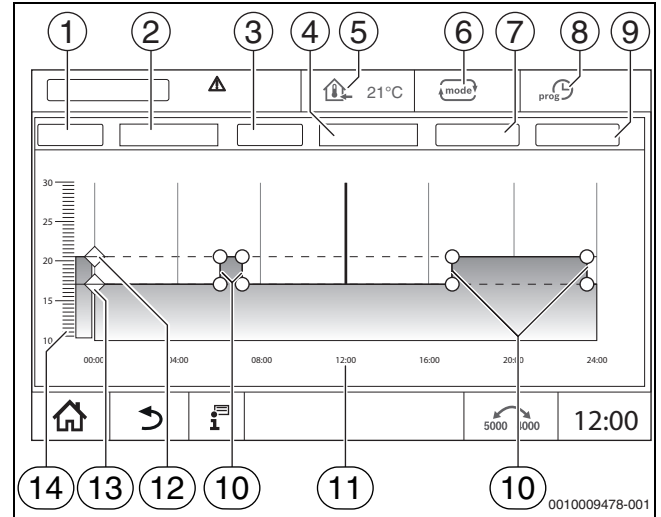

Bild 24 Zeitprogramm
- ▶ Symbol **◆** antippen, halten und auf die entsprechende Temperatur ziehen (→ Bild 24, [15], Seite 27).
- Symbol  antippen und aus der Auswahlliste den Wochentag (→ Bild 24, [2], Seite 27) und das gewünschte Programm (→ Bild 24, [4], Seite 27) wählen.